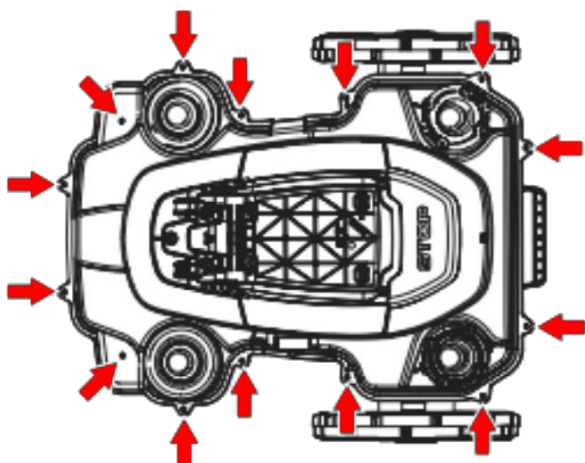

Figura 2
El chasis consta de una parte superior y una inferior. Están unidos entre sí con 14 tornillos. Los 14 tornillos están indicados por flechas en la Figura 2.
1. Afloje los 14 tornillos (torx 20). Ver figura 2.